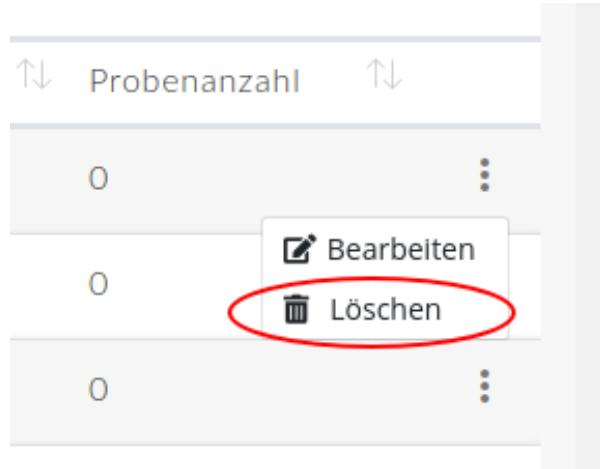

Abbildung 27: Löschen einer Experimentierstation
- Klicken Sie auf der Übersichtsseite in der entsprechenden Reihe rechts auf das ausklappbare Menü (gekennzeichnet durch drei vertikale Punkte, vgl. Abbildung 27)